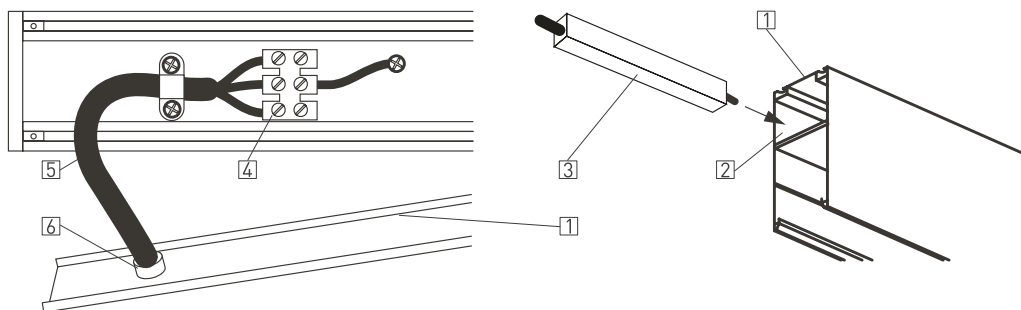

Рисунок 2. Установка блока питания в шинпровод.
1. Снимите заднюю крышку шинпровода [1], поддев ее край плоской отверткой (см. рисунок 2).